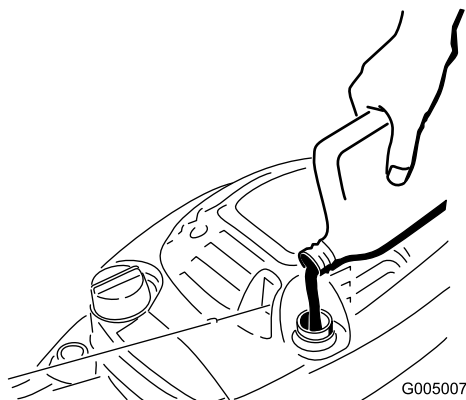

Figure 23
4. Versez de l'huile **lentement** dans le goulot de remplissage pour faire monter le niveau de liquide jusqu'au repère du plein (**Full**) sur la jauge (Figure 23). **Ne remplissez pas excessivement.** (Remplissage max. : 0,6 l (20 onces), type : huile détergente SAE 30W de classe de service API SF, SG, SH, SJ, SL ou supérieure.)